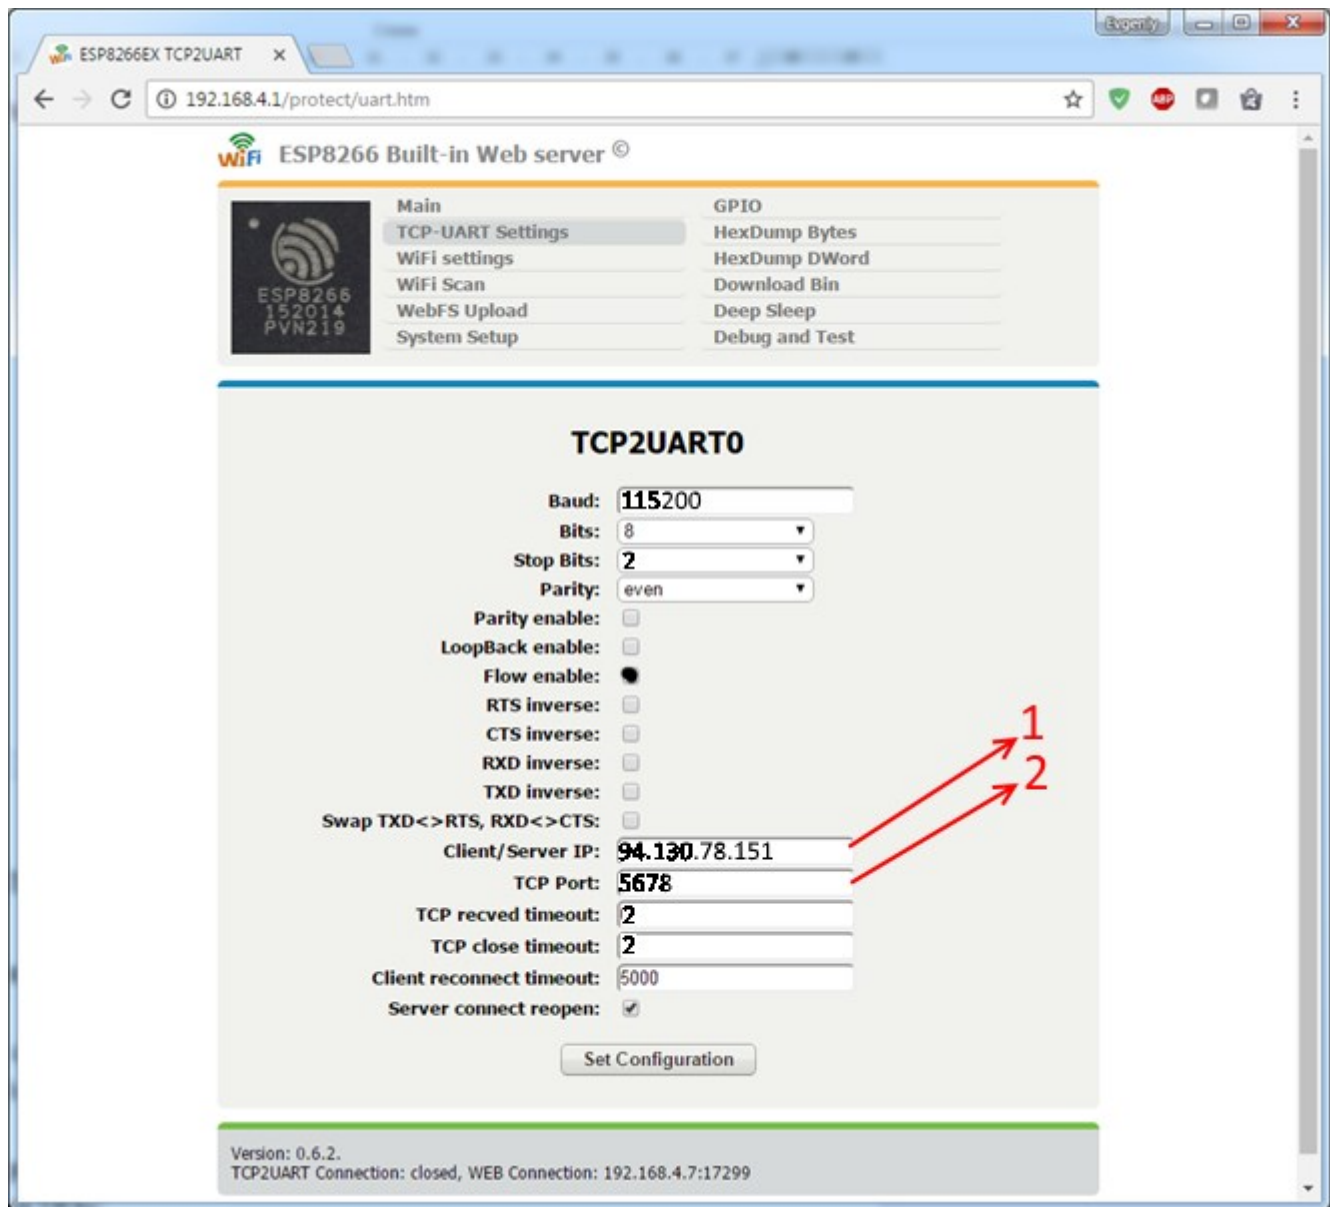

Рисунок 6 – Настройка подключения устройства
Для использования автоматике с удаленным сервером необходимо открыть «TCP-UART Settings», рисунок 6, и указать адрес сервера <http://94.130.78.151> в пункте «Client/Server IP» (1), порт сервера 5678 в пункте «TCP Port» (2).